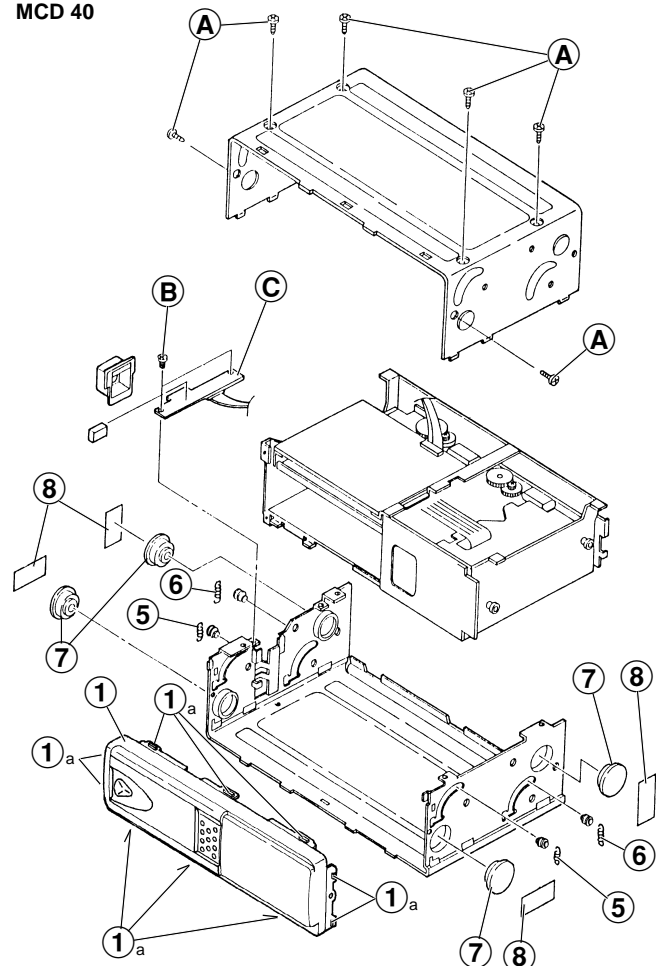

Fig. 1a
- 2 Schrauben (E) herausdrehen.
- Die Hebel (4) bis zur Aussparung drehen und nach außen herausnehmen.
1. Ausbau des Gehäuses (MCD 40) Fig. 1a
- Undo 2 screws (E).
- Turn the levers (4) to the cutout and withdraw them.
1. Disassembling the Cabinet (MCD 40) Fig. 1a